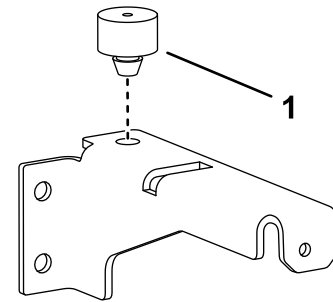

Figura 8
2. Instale o para-choques no suporte esquerdo do módulo (Figura 8).
4. Instale o para-choques no suporte esquerdo do módulo (Figura 8).